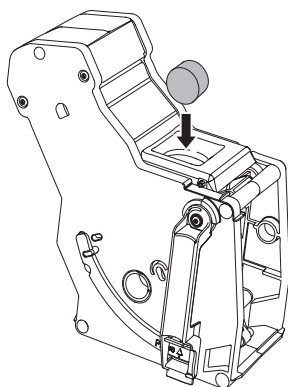

Рис. 17: Уложить чистящую таблетку в блок заваривания.
7. Подставьте емкость для кофейного жмыха под капучинатор. 8. Извлеките блок заваривания, при этом не выключайте аппарат. 9. Уложите чистящую таблетку в блок заваривания (см. Рис. 17). Вставьте блок заваривания в аппарат. » Аппарат показывает, что достигнут третий этап программы. » Начинается процесс очистки. » Через несколько минут аппарат показывает, что – достигнут четвертый этап программы, – поддон для сбора капель и емкость для кофейного жмыха должны быть опорожнены. 10. Слейте жидкость из поддона для сбора капель и емкость для кофейного жмыха. 11. Установите поддон для сбора капель без емкости для кофейного жмыха. 12. Подставьте емкость для кофейного жмыха под капучинатор. » Аппарат показывает, что достигнут последний этап программы. » Процесс очистки продолжается. » После этого аппарат показывает, что поддон для сбора капель и емкость для кофейного жмыха должны быть опорожнены. 13. Слейте жидкость из поддона для сбора капель и емкость для кофейного жмыха. 14. Установите поддон для сбора капель и емкость для кофейного жмыха. » Аппарат готов к работе.